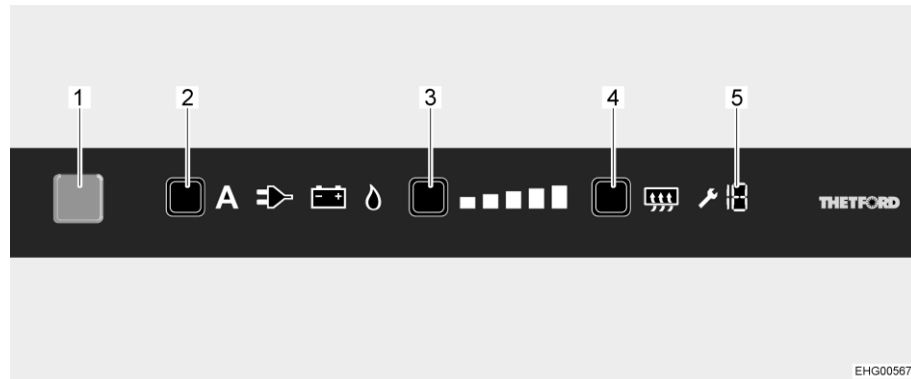

Fig. 148 Pantalla táctil LCD
- Presionar la tecla On/Off (Fig. 148,1) por 1 segundo. La tecla se ilumina de color azul. Se mostrará el ajuste seleccionado.
- Pulsar la tecla de selección de energía (Fig. 148,2) repetidamente hasta que esté seleccionada la fuente de energía deseada.
- Pulsar la tecla de niveles de refrigeración (Fig. 148,3) repetidamente hasta que esté seleccionado la nivel de refrigeración deseado. El nivel de refrigeración de refrigeración actual se visualizará a través de las barras luminosas.
- Pulsar la tecla On/Off (Fig. 148,1) por aprox. 2 segundos. Se apagarán todos las lámparas. El frigorífico está desconectado.